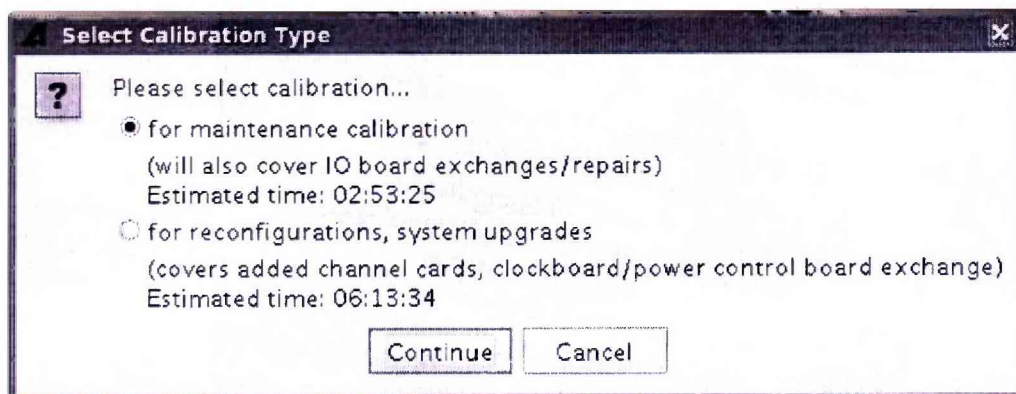

Рисунок 24 - Окно «Select Calibration Type»
7.5.4.12 В окне «Select Calibration Type» выбрать первый пункт («for maintenance calibration») и нажать на кнопку «Continue» (рисунок 24). Вид окна «Tester Maintenance» в процессе прохождения автокалибровки представлен на рисунке 25.